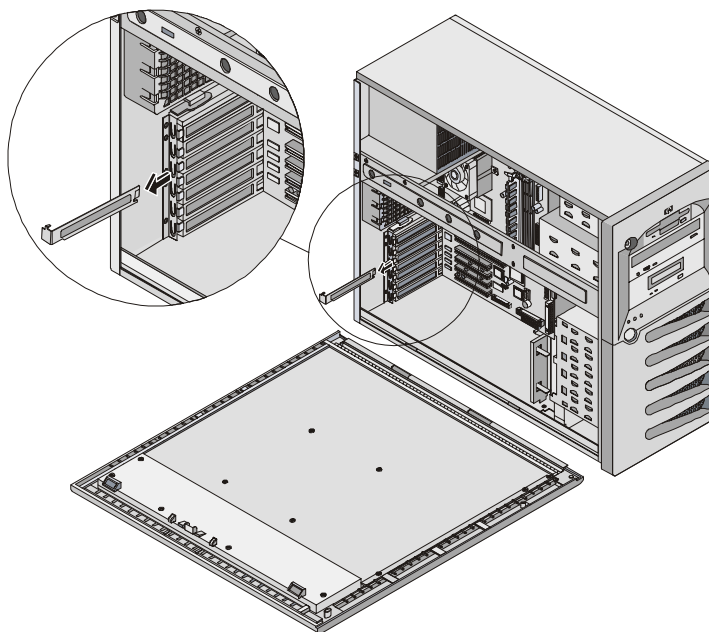

Figura 3-22. Retirada de la cubierta de la ranura
8. Presione la cubierta de la ranura PCI desde la parte posterior del chasis y deslicela hacia usted para retirarla. Consulte la Figura 3-22.